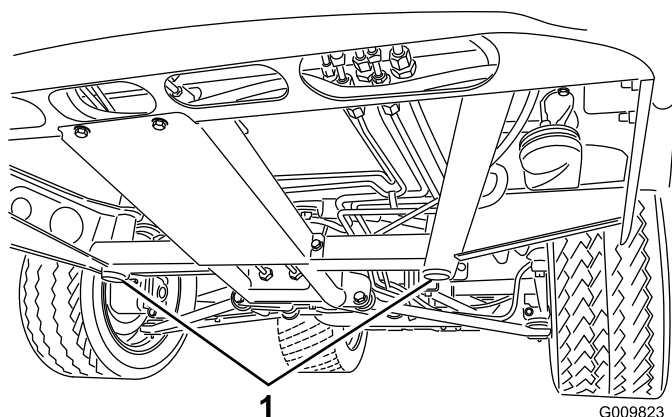
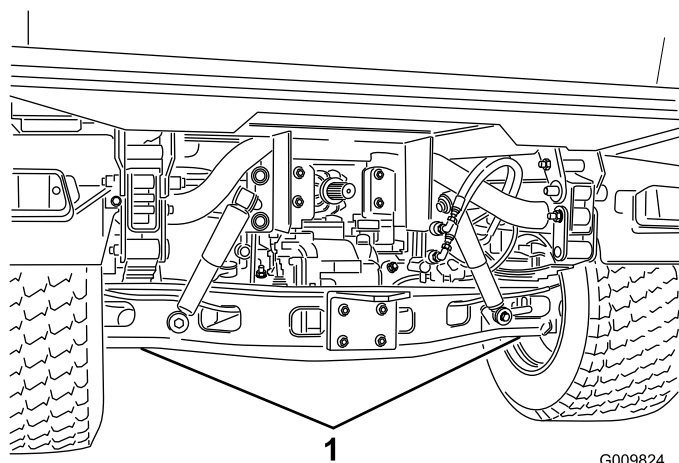

Figura 35
Figura 36
- O ponto de suspensão do macaco na parte dianteira da máquina fica situado por baixo do apoio central do chassi (Figura 35), e na traseira por baixo do eixo (Figura 36).